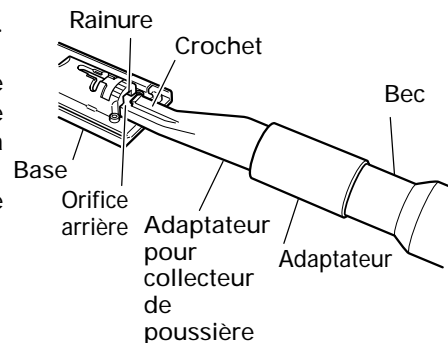

Fig. 19
- (6) Insérer le adaptateur pour collecteur de poussière dans l'orifice arrière de la base jusqu'à ce que le crochet s'enclenche dans la rainure. (Fig. 19)
- (7) Appuyer sur le crochet pour retirer le adaptateur pour collecteur de poussière.